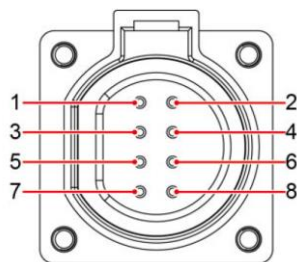

Figura 3. Conector de comunicación Huawei SUN2000-(100-125) KTL-M1
- Identifique el conector de comunicación que se muestra en la Figura 3.
Todos los dispositivos que se comunican a través de RS485 deben tener un puerto RS485. Este puerto puede adoptar la forma de simples terminales de tornillo o puede implementarse mediante un conector DB9 o RJ45. Independientemente de cómo esté construido, en la mayoría de los casos sólo se requieren tres pines A, B y tierra. En este caso solo de deben verificar A y B de acuerdo con la conexión mostrada en la figura 3.